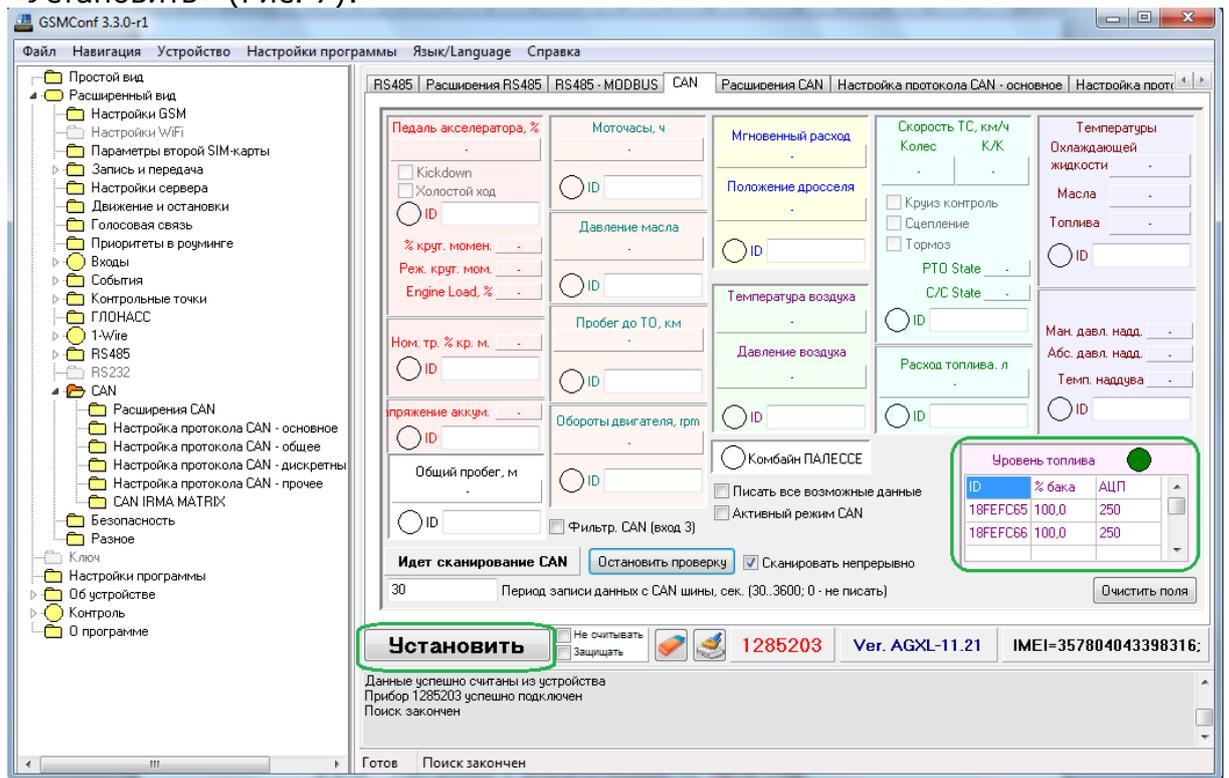

Рисунок 7
3.3.3. Определить АЦП при полном баке (100%). Нажать кнопку «Установить» (Рис. 7):